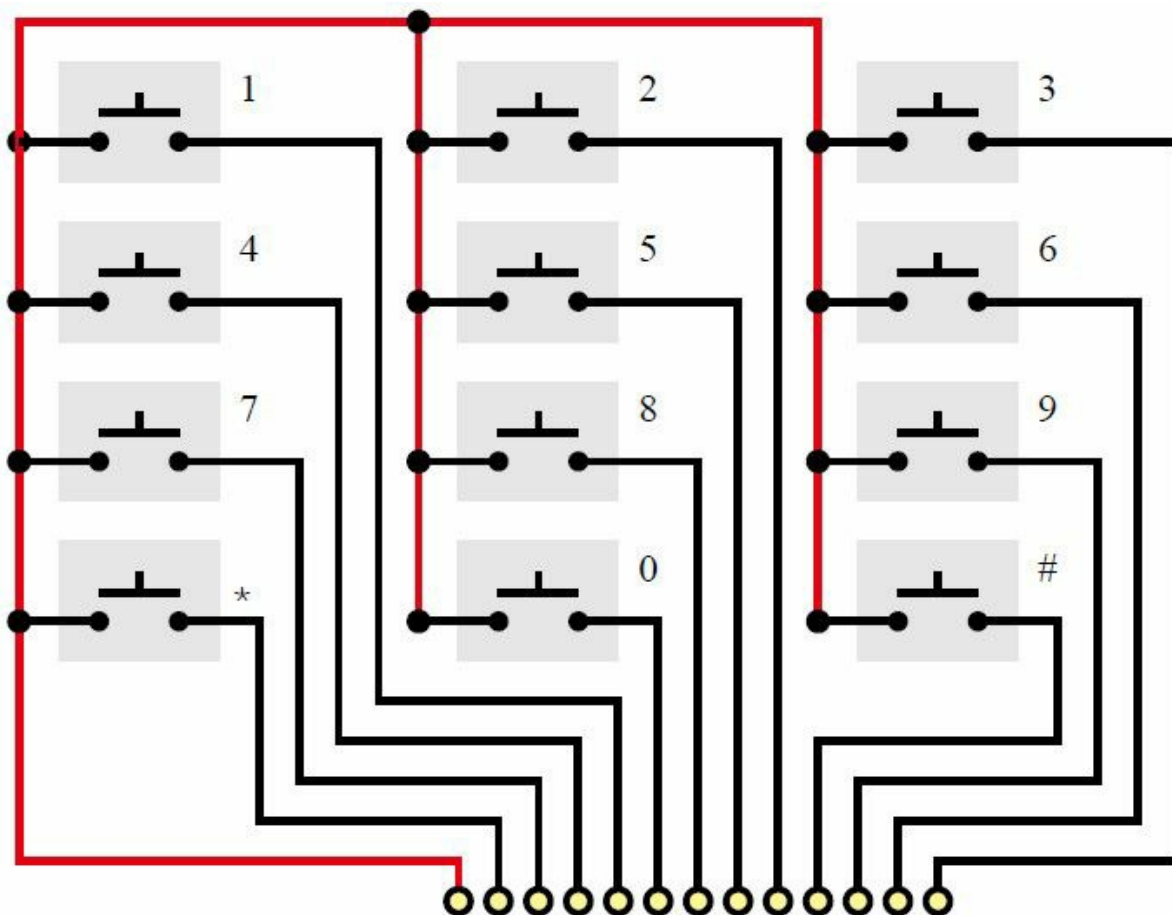

图4-82 实验20 所需的小键盘要求有一个公共端子连接到12 个按钮中每一个的一侧。图中从公共端子引出的导线被绘成红色，为的是更加容易辨识
□数字小键盘。如同本章开头的购物清单中所指定的那样，它必须有一个“公共端”或者说“共输出”。图4-82 的电路原理图表达了我的意思。在键盘的内部，有一根导线（我特意将其绘制成红色以便同另一根相区别）将各个按钮的一侧全部连接在一起。这根导线对于所有这些按钮来讲是“共用的”。该导线是从小键盘底部的一组引脚（我特意用黄色将它们标出）中最边上的一个连接头开始的。